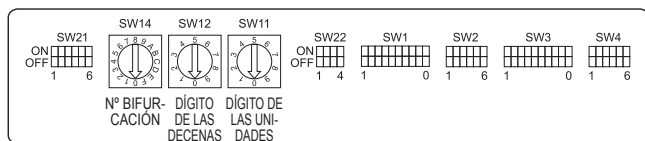

Fig. 4-9
4.5. Configuración de las direcciones (Fig. 4-9)